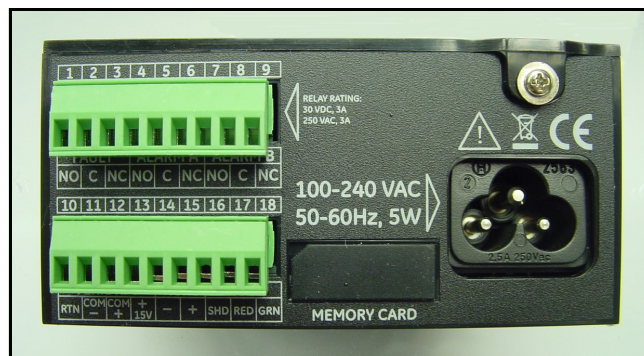

Рис. 4: Задняя панель
2. Отверните винт в верхней части задней панели (см. Рис. 4).